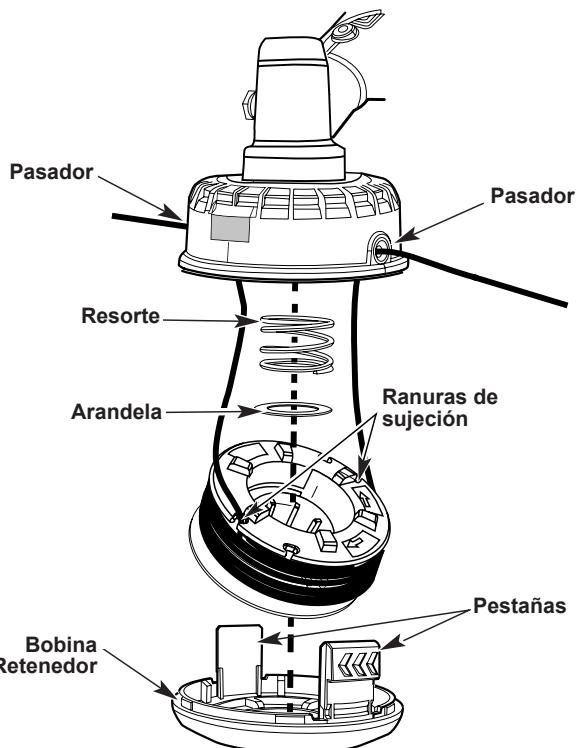

Fig. 14
1. Presione las lengüetas hacia adentro en la parte lateral del retenedor de la bobina y tire para retirar (Fig. 14).
5. Instale el retenedor de la bobina presionando las lengüetas dentro de las ranuras y empujando hacia abajo en la bobina hasta que el retenedor de la bobina encaje con un clic en su lugar. (Fig. 14).
6. Coloque las líneas en las ranuras de sujeción de la bobina (Fig. 14).